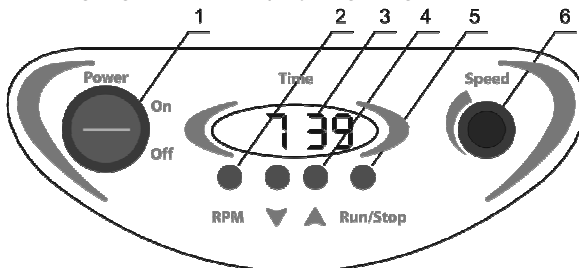

Abb. 1 Steuerung
- 4.3. Drehen Sie den Netzschalter (Power) auf der Vorderseite des Schüttlers (Abb. 1/1) auf On (Ein) (das Display (Abb. 1/3) leuchtet auf). Im Standby-Modus zeigt das Display die eingestellte Zeit oder die eingestellte Geschwindigkeit an (wenn die **RPM**-Taste gedrückt wird). Im Run-Modus (Laufen-Modus) zeigt das Display die Betriebszeit oder die tatsächliche Geschwindigkeit an (wenn die **RPM**-Taste gedrückt wird).
- 4.4. Stellen Sie mit den Tasten ▲ und ▼ (Abb. 1/4) die Betriebszeit anhand der Displayanzeigen ein. Die eingestellte Zeit wird auf dem Display in Stunden und Minuten (hh:mm) angezeigt.
- 4.5. Stellen Sie mit dem Geschwindigkeitsknopf (Abb. 1/6) die Geschwindigkeit anhand der Anzeigen auf dem Display ein. Die Geschwindigkeitsanzeigen sind auf dem Display zu sehen, während der Geschwindigkeitsknopf gedreht wird.
- 4.6. Drücken Sie die Taste **Run/Stop** (Laufen/Stopp) (Abb. 1/2). Die Plattform beginnt mit dem Schütteln, der Timer beginnt mit dem Countdown der Betriebszeit.
- 4.8. Der Schüttler kann erforderlichenfalls vor Ablauf der eingestellten Zeit durch Drücken der Taste **Run/Stop** (Laufen/Stop) unterbrochen werden (Abb. 1/5). Das Display zeigt für 2 Sek die Zeit an, die der Schüttler gearbeitet hat; danach erscheint die eingestellte Zeit.